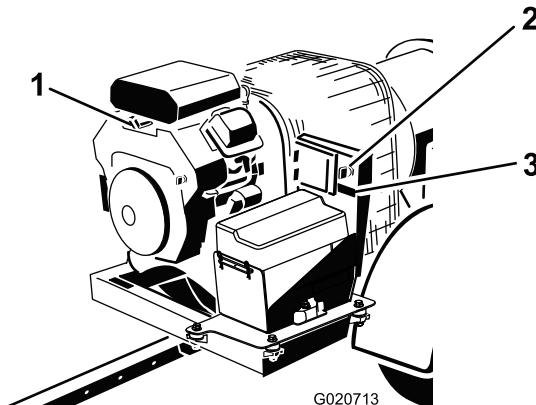

図 14
- キーを Start 位置に回してすぐに手を離して ON 位置に戻す（図 14）。以上の操作により、レシーバが覚醒する。
4. 機械から離れる場合には、キーを OFF 位置に回してエンジンから抜き取る（図 14）。